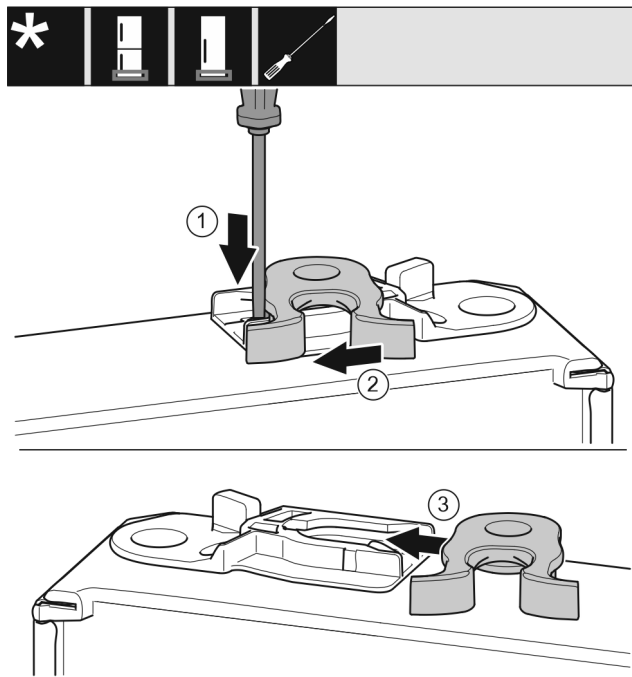

Fig. 50 *
- Nyomja le a fedőlemezt Fig. 50 (1) lapos csavarhúzóval.*
- Húzza ki a záróhorgot Fig. 50 (2) a vezetősinből.*
- Tolja be a záróhorgot Fig. 50 (3) a másik oldalon lévő vezetősinbe.*